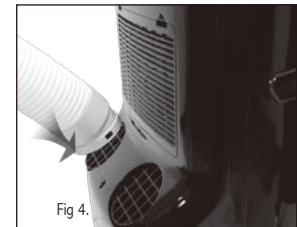

Fig 4.
D. Raccordez le tuyau de sortie au conditionneur d'air : Fig. 4.